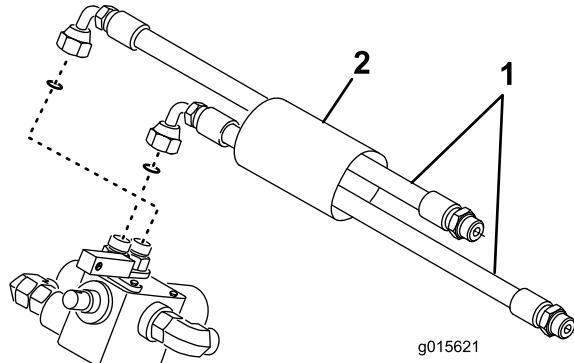

図 6
14. 2本の油圧ホースを、制御バルブの上部にあるフィッティングに接続する（図 6）。
15. ホースの上から保護スリーブを取り付ける（図 6）。